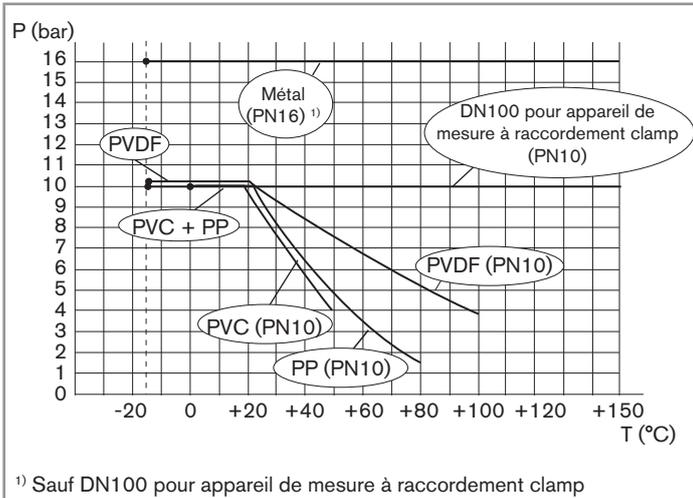

Fig. 3: Courbes de dépendance température - pression du fluide, des raccords en T utilisés seuls
- ▶ Tenir compte de la dépendance température-pression du fluide selon la nature des matériaux du produit (voir Fig. 3) et de celle de l'appareil de mesure utilisé (voir le manuel d'utilisation correspondant).